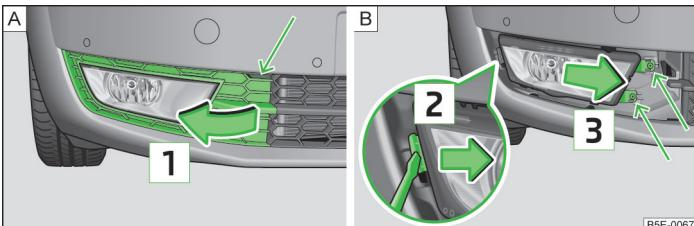

Fig. 226 Parachoques delantero: desmontar la rejilla protectora / faro anti-niebla
- Suelte la rejilla protectora en la zona de la flecha » fig. 226 - A por medio del estribo para retirar los tapacubos integrales » página 247, *Equipo de herramientas a bordo*.
- Desenrosque el faro » fig. 226 - B utilizando el destornillador incluido en el equipo de herramientas a bordo.
- Para un nuevo montaje, coloque el faro antiniebla en el sentido contrario al de la flecha 3 » fig. 226 y enrosque con firmeza.